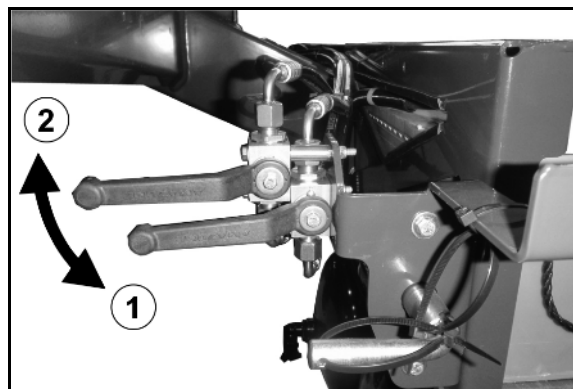

Fig. 27
- Åbn afspærringshanen på hydraulikblokken (Fig. 27/1).
- Luk afspærringshanen (Fig. 27/2):